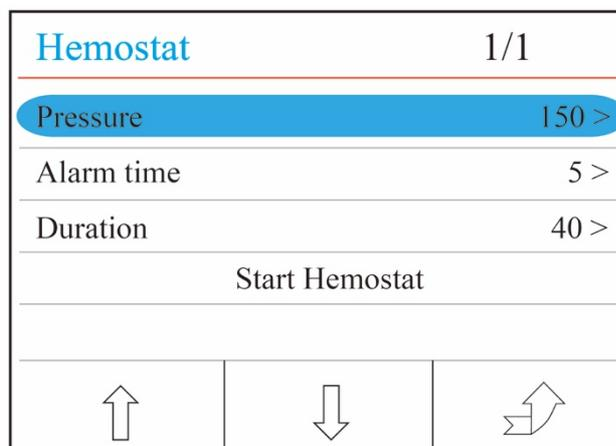

Figura 4.14 Pantalla de configuración de la pinza hemostática
- ✧ **"Hemostato"**: presiónelo para ir a la pantalla de configuración de hemostato, tal y como muestra la figura 4.14.